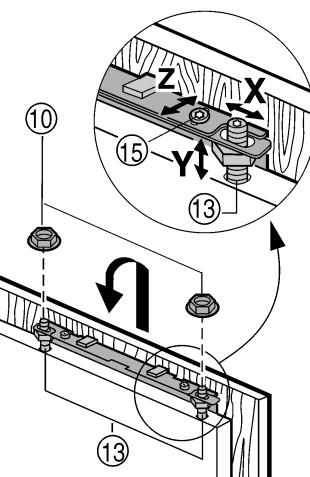

Fig. 20
- Enganche la puerta del mueble en los pernos de ajuste Fig. 20 (13) y atornille ligeramente las contratuerzas Fig. 20 (10) en los pernos de ajuste.
- Alinear la puerta del mueble en cuanto a altura Y e inclinación lateral: ajuste los pernos de ajuste Fig. 20 (13) con un destornillador.
- Apriete las contratuerzas Fig. 20 (10).